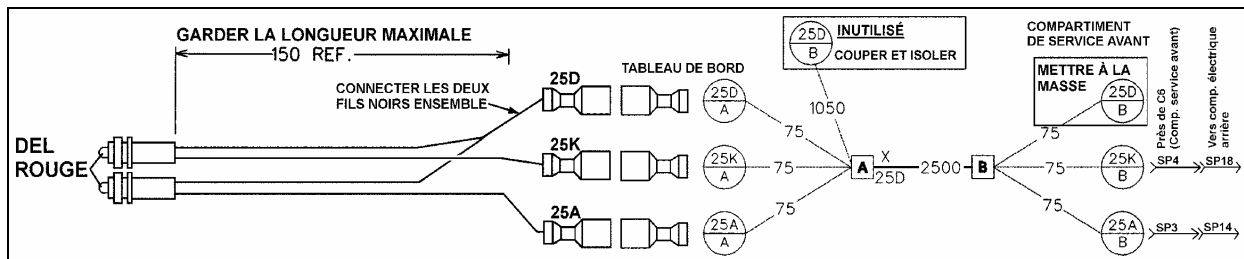

FIGURE 10 : 065150
6. Sertir une borne femelle (561626) sur chaque fil du câblage des diodes tel que montré à la figure 10.